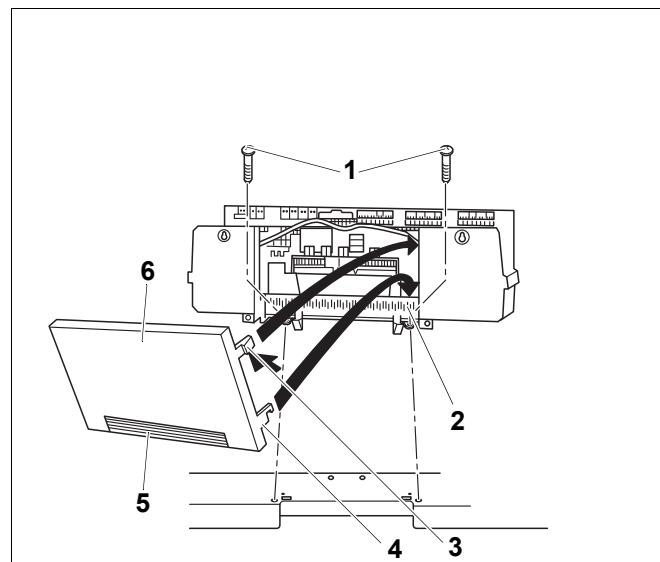

Рис. 19 Крепление системы управления Logamatic 4000
При необходимости можно выломать или вырезать заглушку (Рис. 19, поз. 5) на задней стенке (Рис. 19, поз. 6).
- Вставить оба нижних крюка (Рис. 19, поз. 4) справа и слева на задней стенке (Рис. 19, поз. 6) шлицом в верхнюю кромку гнезда рамки (Рис. 19, поз. 2).
- Слегка нажать верхние эластичные крюки (Рис. 19, поз. 3) внутрь (по стрелке) и вставить заднюю стенку (Рис. 19, поз. 6) так, чтобы оба крюка защелкнулись.